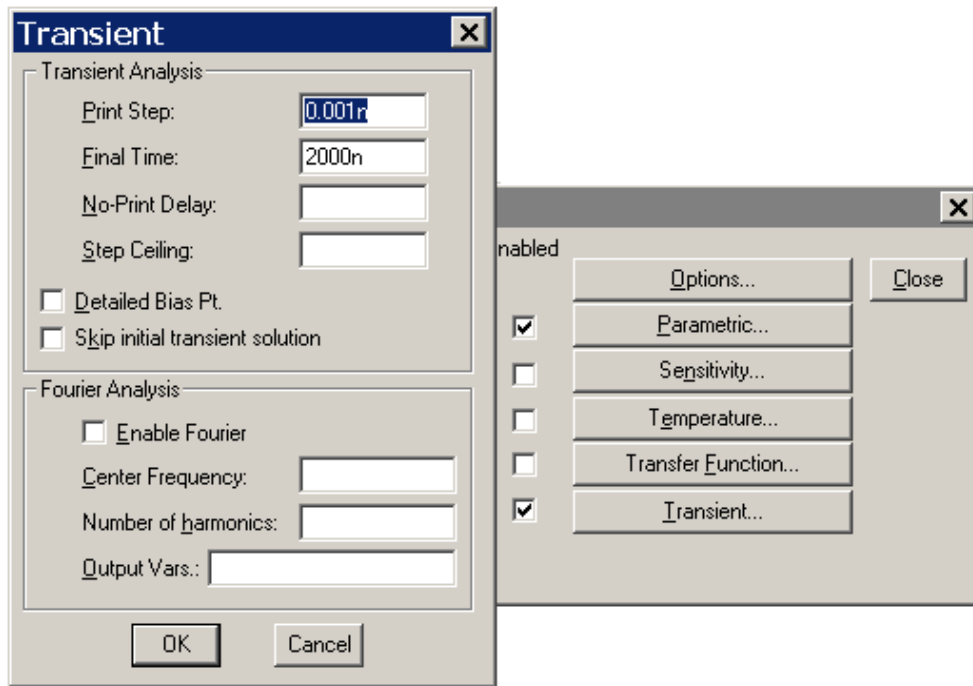

Рисунок 5.11 – Схема для анализа переходных процессов
**5.4.2** В окне настройки моделирования (рис. 5.11) выбрать тип анализа **Transient**.